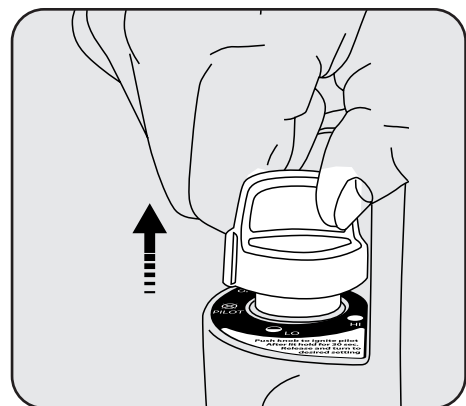

Figura 5
5. Después de encender el piloto, suelte la perilla. Ver la Figura 5. La perilla debe quedar extendida por completo. Para operar el calentador, presione levemente la perilla y gire suavemente para asegurarla en la posición deseada.
7. Después de que el primer azulejo del quemador se haya tornado anaranjado brillante, ajuste la salida de calor girando la perilla de control hasta la posición deseada ("LO" (baja) "MD" (mediana) o "HI" (alta)). **(2) 1 LB. Se necesitan botellas de propano para utilizar el calentador en la posición (HI).**